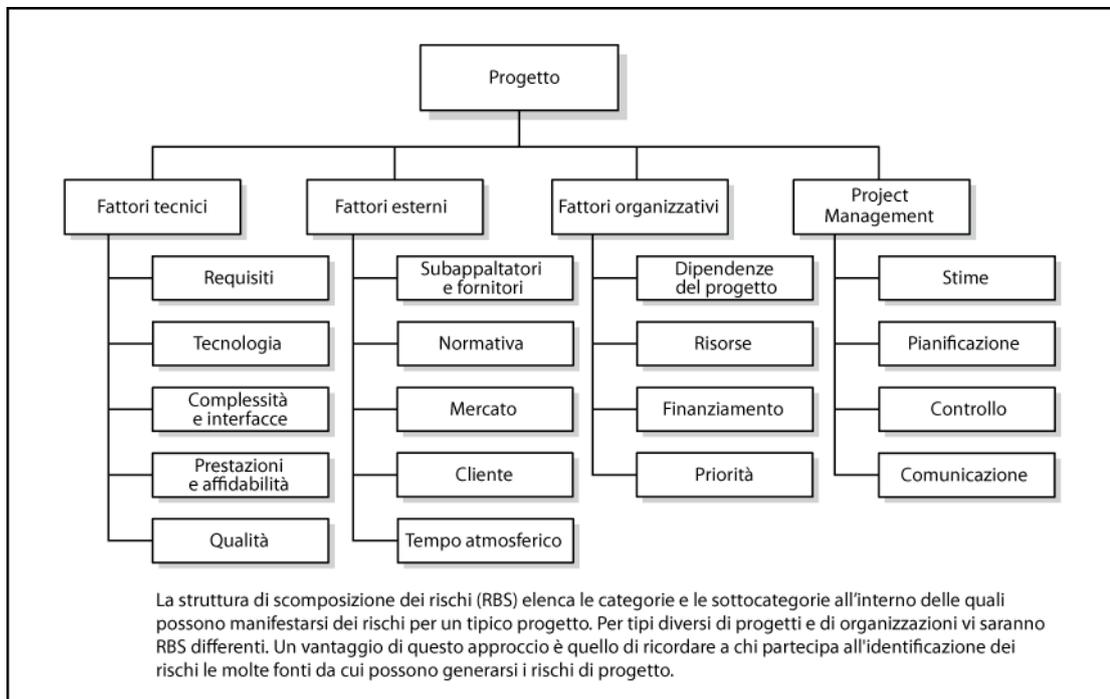

Figura 11-4. Esempio di una struttura di scomposizione dei rischi (RBS)
- **Categorie di rischio.** Fornisce una struttura che assicura un processo completo di identificazione sistematica dei rischi a un livello omogeneo di dettaglio e contribuisce all'efficacia e alla qualità del processo Identificare i rischi. Un'organizzazione può utilizzare uno schema di classificazione dei rischi già preparato in precedenza, che può assumere la forma di un semplice elenco di categorie o quella di una struttura di scomposizione dei rischi (RBS). La RBS è una rappresentazione gerarchica dei rischi di progetto individuati, organizzati in base a categorie e sottocategorie di rischio. La RBS mette in evidenza le varie aree e le cause di potenziali rischi. Un esempio di RBS è mostrato nella Figura 11-4.